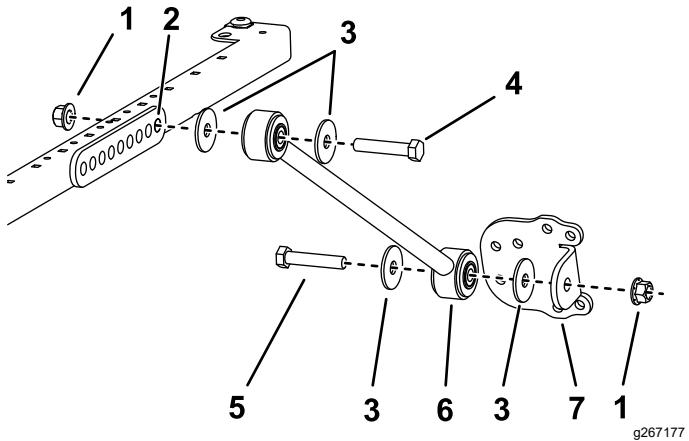

図 44
| 4. サンシェードのフレームの左右それぞれの側で、ブレース取り付け部の後ろの穴にブレースを仮止 | めするボルト 1/2 x 4 1/2"、ワッシャ 1/2" 2 枚、フランジナット 1/2" 3 個を使用して図 44 のように取り付ける。 |
めするボルト 1/2 x 4 1/2"、ワッシャ 1/2" 2 枚、フランジナット 1/2" 3 個を使用して図 44 のように取り付ける。
5. 各ブレースに、ブレースブラケットを仮止めするボルト $\frac{1}{2} \times 2\frac{1}{2}$ "、ワッシャ $\frac{1}{2}$ "2枚、フランジナット $\frac{1}{2}$ "1個を使用し、図 44のように取り付ける。